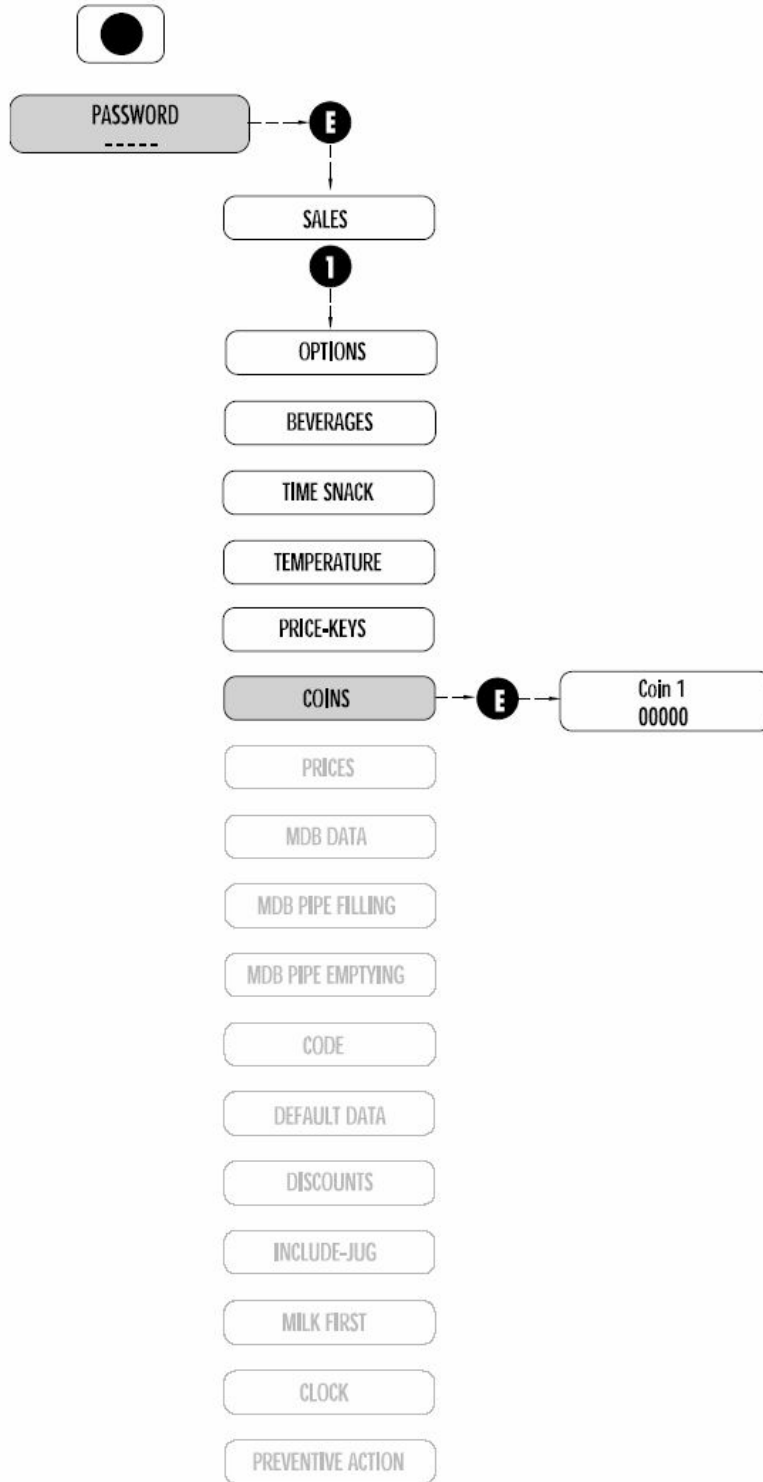

Рис. 7.10
7.2.7 УСТАНОВКА КОЛИЧЕСТВА МОНЕТ (Рис. 7.10)